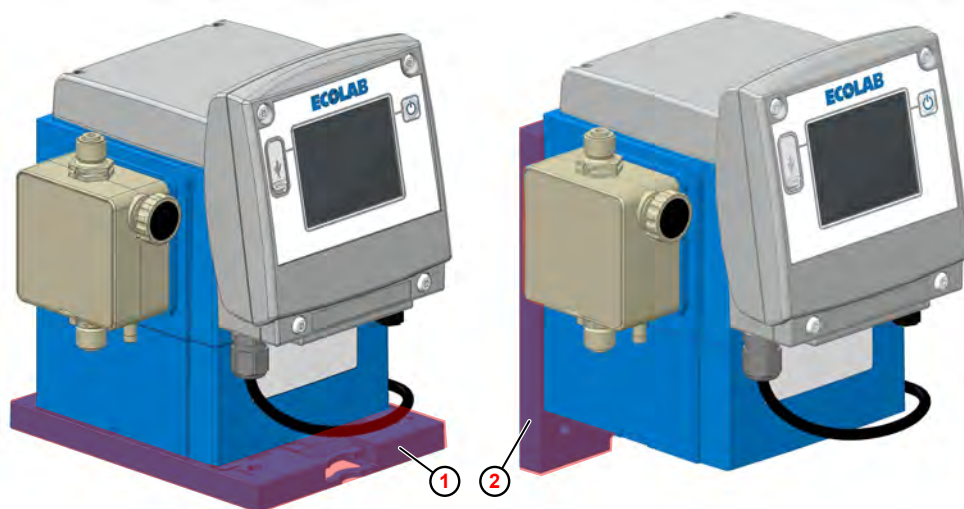

Fig. 13: Montaggio su tavolo e a parete
① Montaggio su tavolo
② Montaggio a parete
La pompa può essere montata con la piastra di montaggio in verticale (per esempio su una console o sul contenitore dosaggio (Fig. 13 , ①), nonché su una parete (appesa) ② .